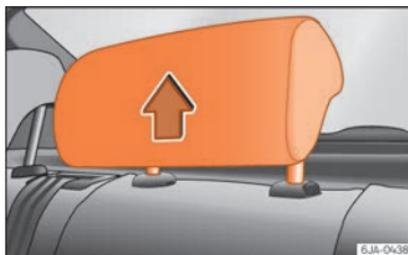

Abb. 75 Kopfstütze in Gebrauchsstellung
- Drei **Gebrauchsstellungen** »» Abb. 75. In diesen Positionen verhält sich die Kopfstütze wie eine konventionelle Kopfstütze, und schützt die hinteren Insassen in Verbindung mit dem Sicherheitsgurt.